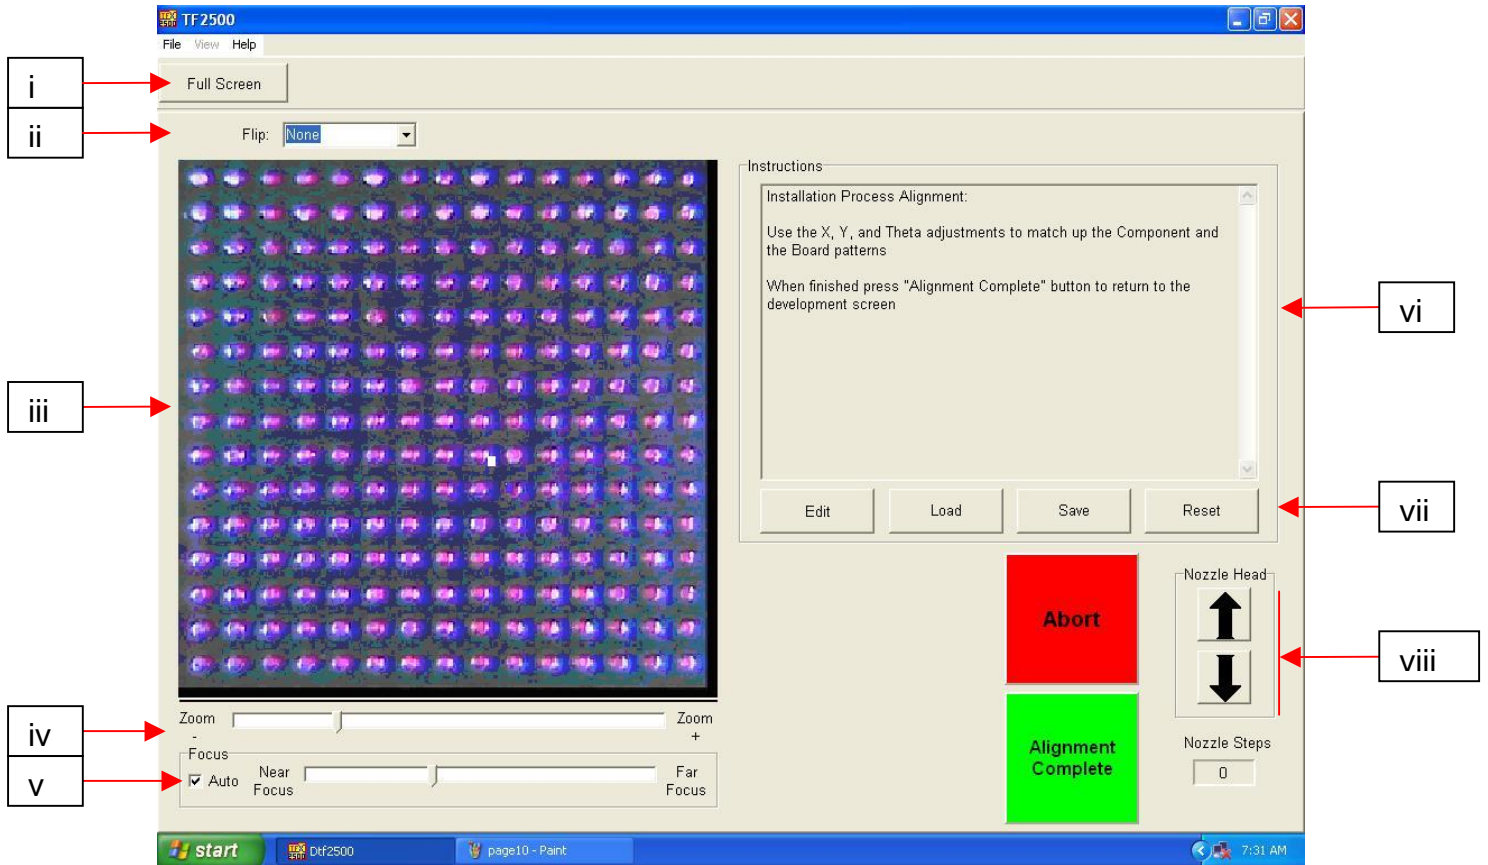

Figura 5
f. Funzioni della schermata di allineamento (Figura 5)